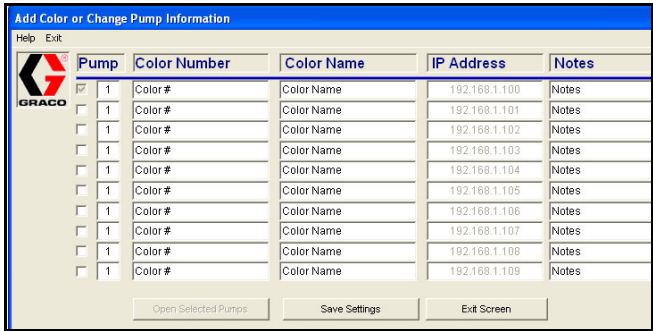

图 20. 多个 VFD 连接
- 5. 输入新的泵信息。参见图 20。选中每个连接驱动器边上的框。